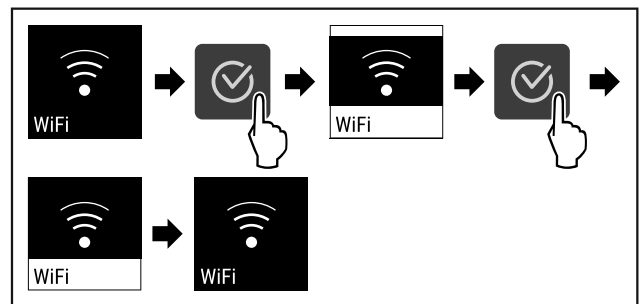

Fig. 86
- ▶ Suivre les étapes (voir Fig. 86).